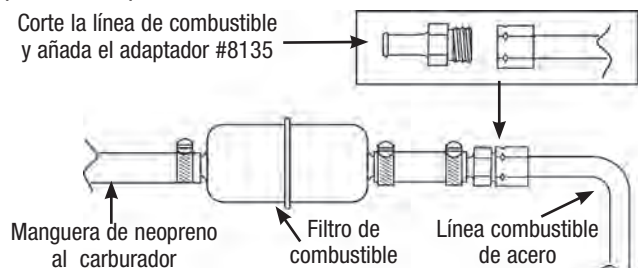

Fig. 3 – Juego de Línea Combustible #8135 Instalado en la Línea de Acero de Fábrica
- La línea de combustible original de acero debe ser modificado para acomodar una manguera de caucho resistente al combustible como la línea original no se conectará directamente a carburadores de la serie Performer. Es muy recomendable que utilice el kit de línea de combustible universal # 8135 de la marca Edelbrock. El kit #8135 contiene un filtro, manguera de neopreno resistente al combustible y adaptadores para líneas originales de combustible de 7,9 mm (5/16") o 9,5 mm (3/8") (Ver Fig. 3). **NOTA:** carburadores # 1405 y # 1406 se suministran con un filtro de combustible. Si se utiliza # 8135 en estos carburadores, el filtro incluido en el # 8135 se pueden guardar para su uso posterior